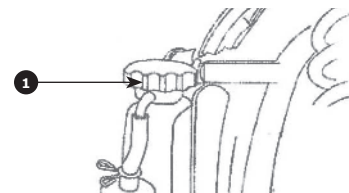

РИС. 68
3. Удалите крышку радиатора **1** РИС. 68.